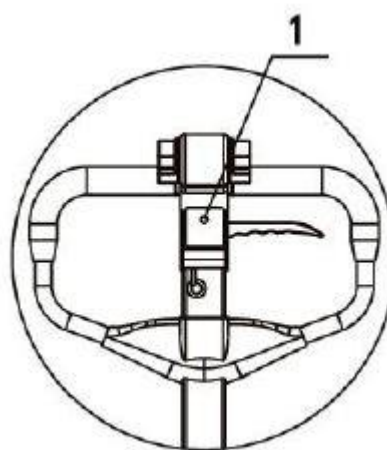

Рисунок 4.
- После всех шагов потянуть ручку вниз до самого низкого положения, для завершения установки ручки осторожно убрать зафиксированный предохранительный штифт пружины (Рисунок 4).